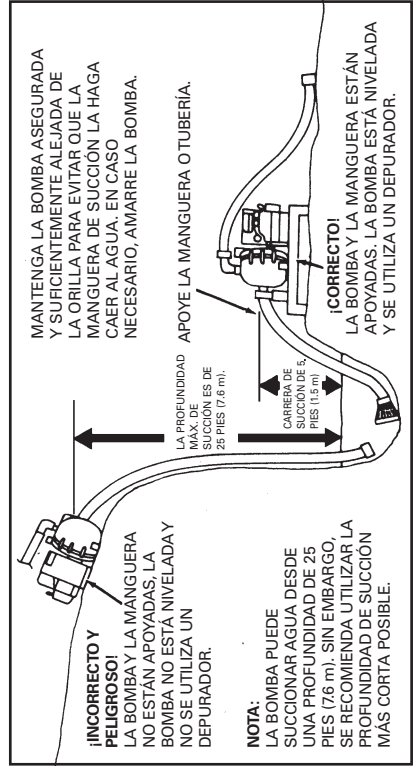

FIGURA 1
C. Coloque siempre la bomba tan cerca como sea posible del líquido que se desea bombear. Mantenga todas las líneas de bombeo tan cortas y tan rectas como sea posible. Evite las curvas cerradas en las mangueras. Mantenga la bomba en una base plana. Observe la figura 1.